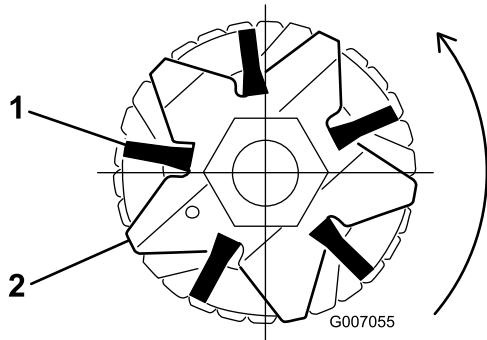
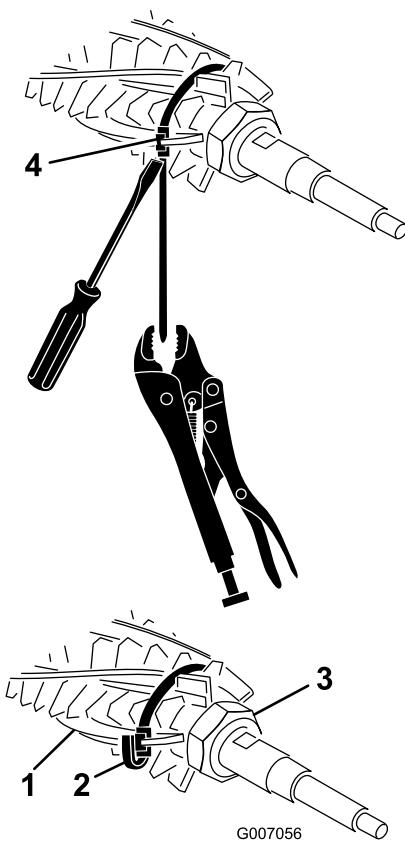

图22
图23
2. 检查刷子是否固定到疏草刀刀片插槽中（图22 和 图23）。
3. 宽松地缠绕篦带，如 图23 所示，绕着疏草刀滚刀轴和刷子，将篦带插入刷子的凹槽中 图22。
注意： 如果清扫机刷子未适当放入刀片插槽，请拧松疏草刀轴两端的疏草刀刀片锁紧螺母，在刀片插槽中适当调整清扫机刷子的位置，然后再拧紧疏草刀刀片锁紧螺母（图23）。
4. 在沿着簧带扣推动螺丝刀时，使用老虎钳抓住簧带，拉紧簧带，直至其锁定到刷子凹槽中（图23）。
5. 从离带扣约 6.3mm 处裁剪簧带，将多余的簧带绕过带扣（图23）